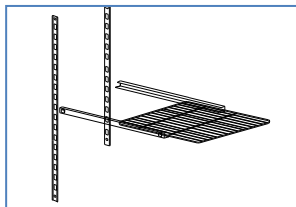

Figure 2
- Placez le support auto à l'intérieur du réfrigérateur, dans la position la plus adaptée pour une utilisation, l'insertion de chaque support dans les trous à la base du réfrigérateur et en insérant la languette latérale à l'endroit approprié sur les côtés ou sur les supports de table. (Fig. 2)
- Faites glisser le plateau dans les supports comme le montre (Fig. 2)